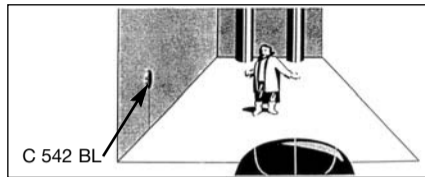

Fig. 4: Montaje del micrófono en una superficie límite.
- Véase la Fig. 4. Como superficie límite se puede utilizar también un muro reflectante (pero no papel mural o placas termoaislantes) cerca del objeto a grabar. Este muro debe ser liso y reflectante de sonidos. El disco del micrófono tiene tres agujeros para el montaje en muros o techos. Para obtener una mejor atenuación de ruidos mecánicos recomendamos dejar los pies de caucho en los agujeros.